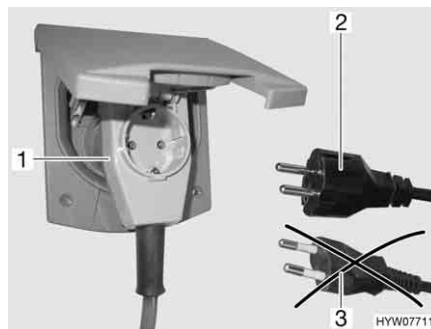

Fig. 140 Collegamento ad un connettore ad angolo provvisto di presa
- Se si impiega un connettore ad angolo CEE 17 provvisto di una presa integrata sulla parte posteriore (Fig. 140,1), utilizzare esclusivamente una spina IP 44 gommata e sigillata con contatto di terra (Fig. 140,2). Non utilizzare spine senza contatto di terra (Fig. 140,3). Pericolo di scarica elettrica!